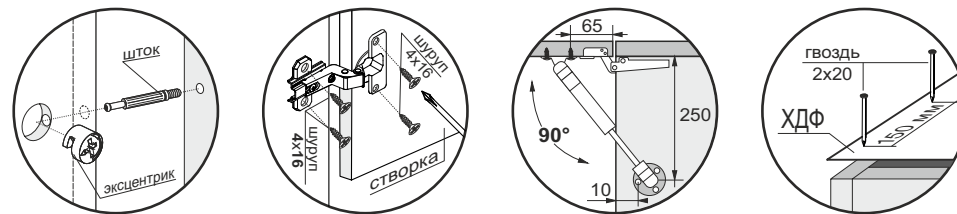

Рис.1
1. Соединить боковины (1) и крыши (2) эксцентриками (рис.1).
2. Перевернуть изделие лицевой частью вниз и замерить диагонали секции (они должны быть равны: +/- 2 мм). Прибить гвоздями 2x20 заднюю стенку из ХДФ (3) (рис.1).
3. Приложить навесы к боковинам (1) не ближе 3 мм от верхней крыши (2). Через отверстие Ø15 мм нанести отметки на ХДФ (3) и просверлить отверстия в местах крепления к стене. Затем прикрутить навесы к боковинам (1) шурупами 4x16 П/Ш (рис.1,3).
6. Навесить створку (4), используя петли и шурупы 4x16 (рис.1). При необходимости отрегулировать петли. **Монтировать и регулировать створки после окончательной сборки всех коробов кухни!**
7. Установить газ-лифты на боковины (1) и створку (4) с помощью шурупов 4x16 (рис.1).
8. В створке (4) досверлить отверстия Ø5, плотно прижав лицевую часть створки к твердой поверхности, и прикрутить ручку соответствующими по длине шурупами/винтами (рис.1).